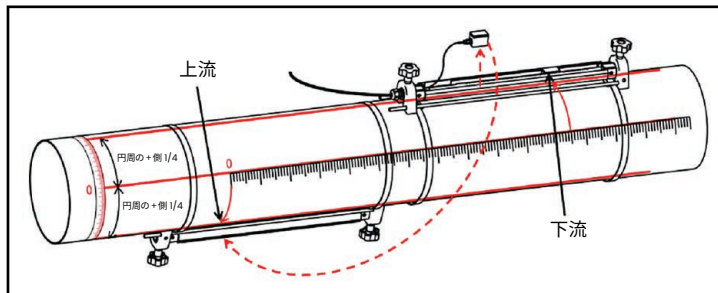

図 21：320 mm を超えるトランスデューサ間隔でトラバース数を 1 とした設置
1 MHz または 0.5 MHz のトランスデューサで、計算されたトランスデューサ間隔が 320 mm を超えトラバース数を 1 とした設置の場合、2 個のクランプ治具を管上で互いに反対側になるように設置します。この構成を設置するには、以下の図 21 を参照して次の手順に従ってください。
- b. 最初の治具から上流側のトランスデューサを取り外します（以下の図 21 を参照）。トランスデューサケーブルの接続を外し、ケーブルを 2 個目の治具に配線します。